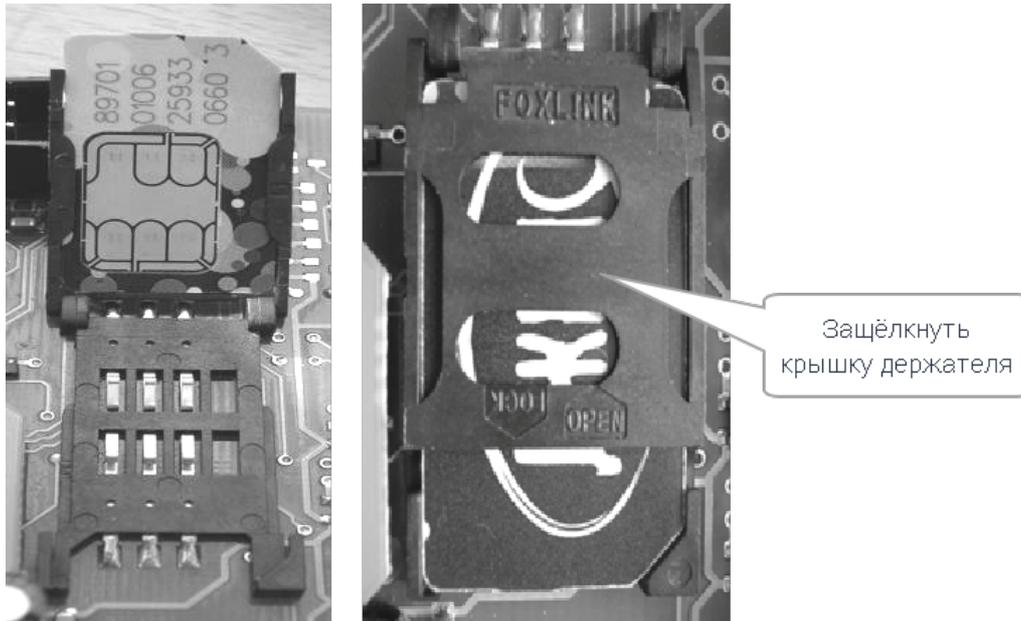

Рисунок 6. Установка SIM-карты
- Установите SIM-карту (в комплект поставки не входит) в держатель (см. рисунок 6). Перед установкой SIM-карты в GSM-модем убедитесь, что запрос PIN-кода SIM-карты выключен: